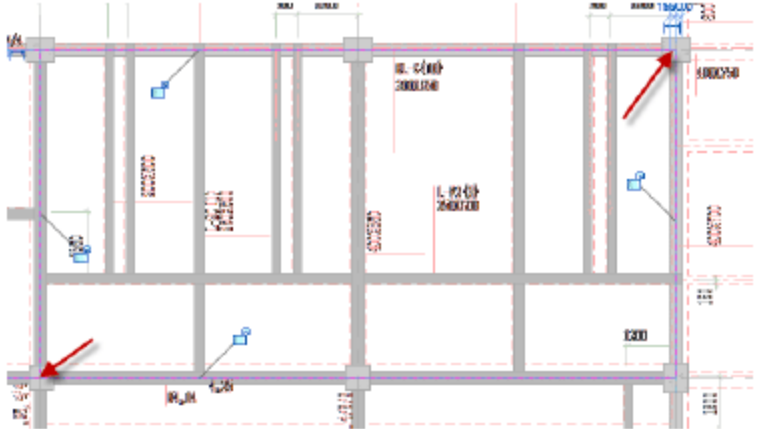

图 3.2.60 绘制 2 号板
(6) 绘制 2 号板，单击“矩形”按钮，绘制 2 号板，调整跨方向，将偏移量设置为 0，单击√按钮，完成绘制，如图 3.2.60 所示。